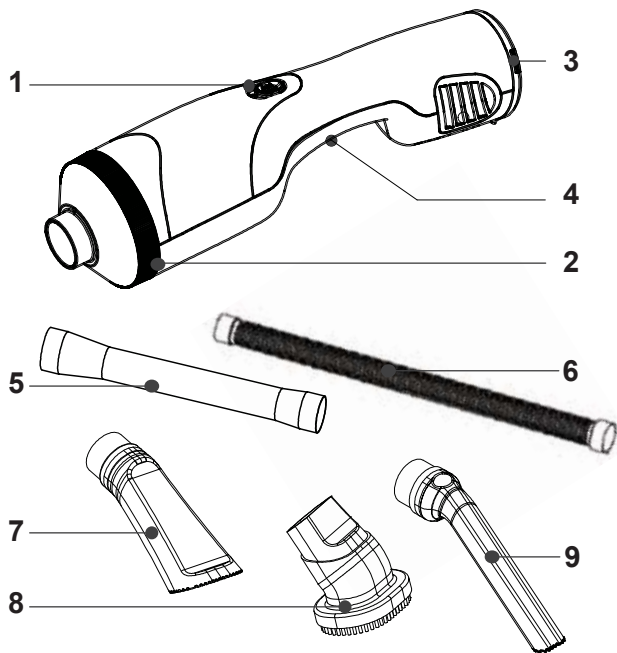
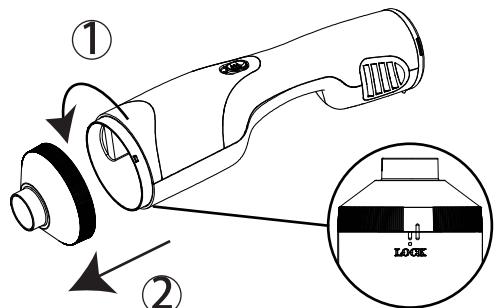

Рис.4
Рис.1
3. В соответствии с потребностью подберите насадку из комплекта (Рис.4) и вставьте её в патрубок воздуховода либо удлинительной трубки(5), соблюдая маркировку (белая риска). При необходимости, можно также воспользоваться гибким гофрированным шлангом(6).
7. Чтобы выключить устройство после использования установите кнопку питания (1) в положение "0".
9. Во время работы следите за наполняемостью пылесборника, для этого снимите крышку (Рис. 1). Чтобы очистить пылесборник стряхните весь мусор и пыль в корзину для мусора, затем закройте пылесборник крышкой и зафиксируйте в положении Lock.